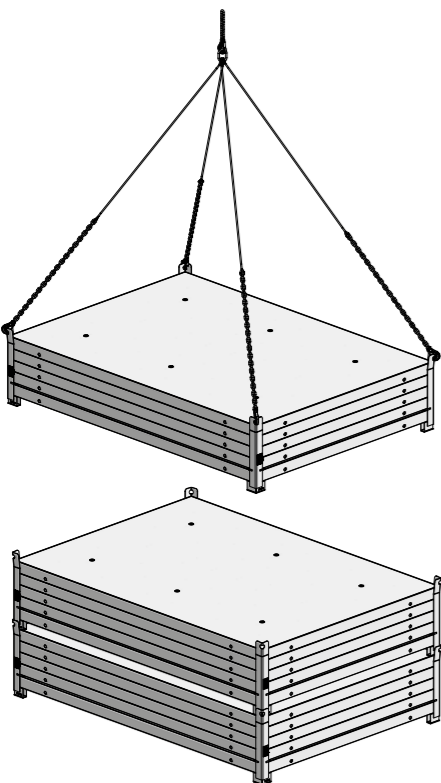

Fig. 4 : Possibilité de superposer jusqu'à 3 piles de panneaux de coffrage vertical pour le stockage. Les piles doivent avoir la même dimension.
Il est possible d'empiler jusqu'à trois piles de panneaux pour le stockage (Fig. 4). Les piles de panneaux doivent être de la même dimension pour pouvoir être superposées.
- La charge maximale d'utilisation ne doit jamais être dépassée (voir point 5). L'angle d'élingage ne doit jamais dépasser 60° (Fig. 4).
- L'angle de positionnement (2) doit toujours être réglé en fonction du panneau de coffrage vertical utilisé.
- Posez toutes les vis (3) au niveau de la platine de l'angle de positionnement.